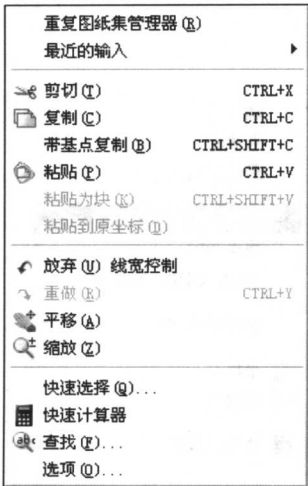

图 1-4 鼠标空闲时在绘图区右键弹出的快捷菜单
(3) 快捷菜单 快捷菜单也称为上下文关联菜单。在屏幕的不同区域上单击鼠标右键时，可以显示不同的快捷菜单。通常快捷菜单包含：重复执行输入的上一个命令、取消当前命令、显示用户最近输入的命令的列表、剪切、复制以及从剪贴板粘贴、选择其他命令选项等，其中的命令与 AutoCAD 当前状态相关。使用它们可以在不启动菜单栏的情况下，快捷、高效地完成某些操作，如图 1-4 所示。